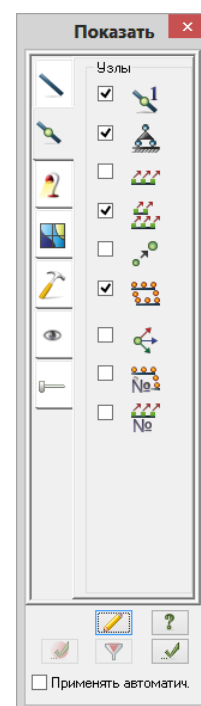

Рис.2.4.
- В диалоговом окне **Показать** (рис.2.4) перейдите на вторую закладку **Узлы** и установите флажок **Номера узлов**.